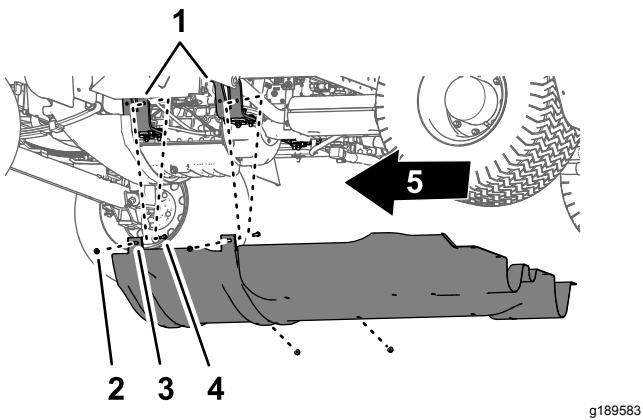

Bild 60
2. Nehmen Sie die vier Sicherungsbundmutter ($5/16"$) von den Schrauben und der Schlossschraube ab, mit denen die Befestigungsnasen der Fahrwerkabdeckung an den Befestigungshalterungen des Motors der Maschine befestigt sind (Bild 60).
4. Nehmen Sie die Fahrwerkabdeckung von der Maschine ab (Bild 59 und Bild 60).
1. Fluchten Sie die Fahrwerkabdeckung mit dem unteren Chassis der Maschine aus, siehe Bild 60 in Entfernen der Fahrwerkabdeckung \(Seite 54\).
2. Schieben Sie die Befestigungsnasen der Fahrwerkabdeckung über die Schrauben und die Schlossschraube an den Motorbefestigungshalterungen der Maschine, siehe Bild 60 in Entfernen der Fahrwerkabdeckung \(Seite 54\).
3. Befestigen Sie die Fahrwerkabdeckung mit den vier Sicherungsbundmutter (5/16"), die Sie in Schritt 2 von Entfernen der Fahrwerkabdeckung \(Seite 54\) entfernt haben, an den Befestigungshalterungen des Motors (Bild 60).